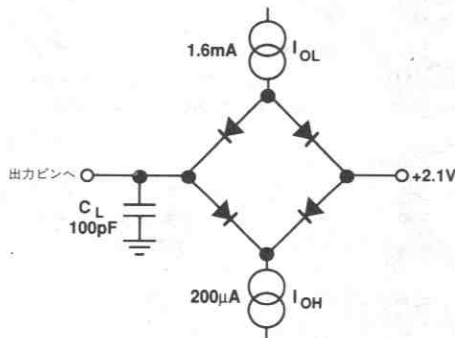

図1. アクセス時間および
- t_4 と t_{i3} は図1の負荷回路で測定され、出力が0.8Vまたは2.4Vに達するまでに必要な時間として定義されています。
- t_5 , t_{i4} , t_{i5} , t_{i6} は図1の負荷回路でデータ出力が0.5V変化するまでに必要な時間として計測されています。測定で得られた値は100pFのコンデンサの充放電の影響を取り除くために外挿されます。したがってこのタイミング特性表に表示されているタイミングはこのデバイスの真のバス解放時間であり、外部バスの負荷容量とは無関係です。